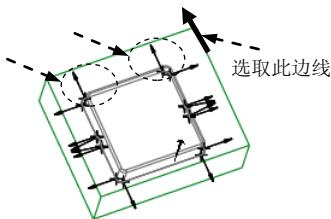
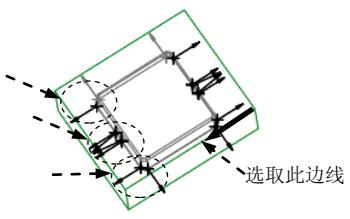

图 3.7 定义延伸点集（一）
图 3.8 定义延伸点集（二）
(1) 在“裙边曲面”对话框中双击 Extension (延伸) 元素，系统弹出“延伸控制”对话框，在该对话框中选择“延伸方向”选项卡。
(2) 定义延伸点集 1。
① 在“延伸方向”选项卡中单击 **添加** 按钮，系统弹出 **▼ GEN PNT SEL (一般点选取)** 菜单和“选择”对话框，同时提示 **选择曲线端点和/或边界的其他点来设置方向**；按住 Ctrl 键，在模型中选取图 3.7 的两个点，然后单击“选择”对话框中的 **确定** 按钮；再在 **▼ GEN PNT SEL (一般点选取)** 菜单中选择 **Done (完成)** 命令。
② 在 **▼ GEN SEL DIR (一般选取方向)** 菜单中选择 **Crv/Edg/Axis (曲线/边/轴)** 命令，然后选取图 3.7 所示的边线；(或单击 **Flip (反向)** 按钮) 将方向箭头调整为图 3.7 所示的方向，接受箭头方向为延伸方向，选择 **Okay (确定)** 命令。
(3) 定义延伸点集 2。
① 在“延伸控制”对话框中单击 **添加** 按钮；在 **选择曲线端点和/或边界的其他点来设置方向** 的提示下，按住 Ctrl 键，选取图 3.8 所示的六个点，然后单击“选择”对话框中的 **确定** 按钮；在 **▼ GEN PNT SEL (一般点选取)** 菜单中选择 **Done (完成)** 命令。
② 在系统弹出的 **▼ GEN SEL DIR (一般选取方向)** 菜单中选择 **Crv/Edg/Axis (曲线/边/轴)** 命令，然后选取图 3.8 所示的边线；调整延伸方向，如图 3.8 所示，然后选择 **Okay (确定)** 命令。